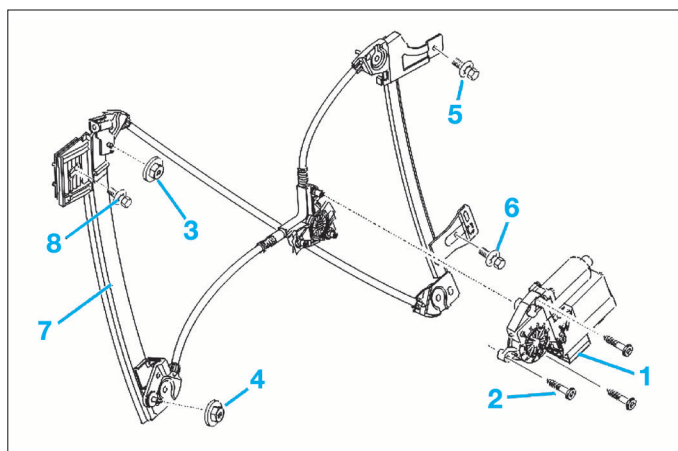

FIG. 42
- Débrancher les connecteurs du moteur de lève vitre (1) (Fig.42).
- les vis de fixation (2) du moteur lève-vitres
- les fixations (3), (4) (5) et (6) du mécanisme (7).
- Dégager le mécanisme de lève-vitre (7) par l'ajour.
- desserrer l'écrou inférieur (4) (Fig.42)
- pousser la fixation (4) vers l'extérieur du véhicule de quelques millimètres afin de donner de la précontrainte supplémentaire
- resserrer la fixation inférieure (4)
- L'opérateur intérieur agit sur l'écrou (3) la vis (8) pour régler la position de la vitre (Fig.42).